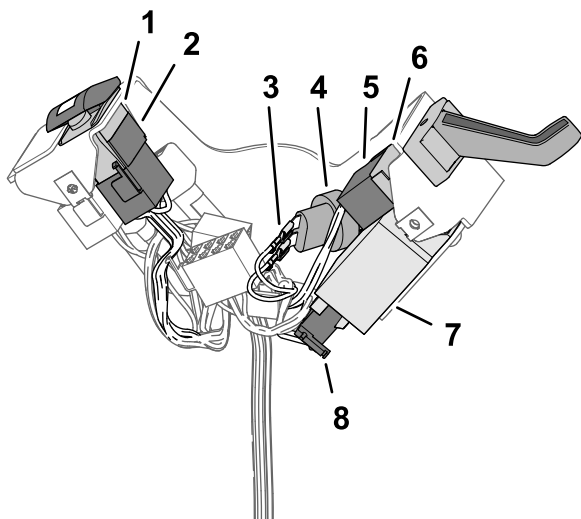

Figura 11
1. Enchufe el conector hembra de 8 vías marcado HAZARD SWITCH - CE en el conector de 8 pines del interruptor de las luces de emergencia (Figura 11).
2. Enchufe el conector hembra de 8 vías marcado TURN SIGNAL -CE en el conector de 8 pines del interruptor de paleta (Figura 11).
3. Enchufe el conector hembra de 6 vías marcado CE FLASHER MODULE en el conector de 6 pines del módulo de intermitencia (Figura 11).
4. Conecte los 2 terminales al interruptor del claxon (Figura 11).